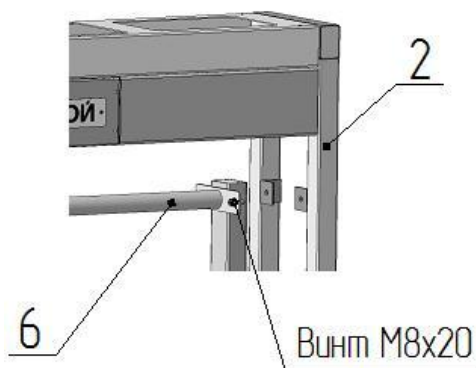

Рис. 3
- состыкуйте гребенку ограничителя прохода **6** со стойкой ограничения прохода **2** (рис.3) и закрепите винтами М8 с гайками.